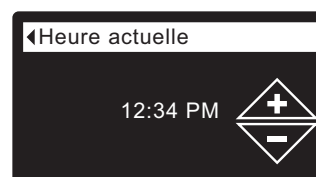

FIG. 36
5. Appuyez sur le SÉLECTEUR (O) pour afficher l'écran de l'heure actuelle (cf. Figure 36).